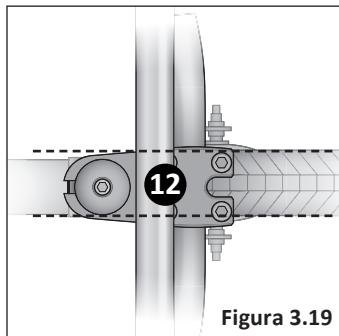

Figura 3.19
- 12** Mire hacia abajo por la manija y la potencia y compruebe que la potencia esté paralela con la llanta. **Figura 3.19**